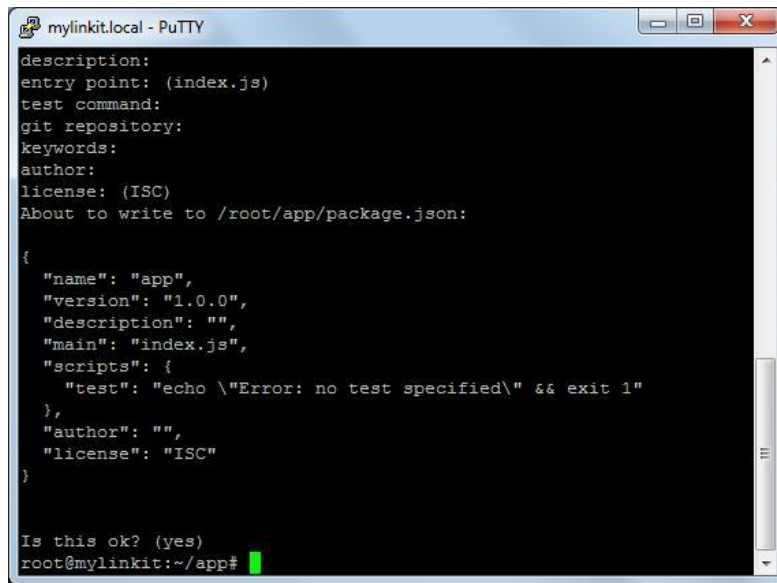

图 43 建立 Node.js 应用程序的提示
- 3) 大约 10 秒之后，会有提示要你输入多个参数，例如 app 名称、版本号、描述等等，如图 43 所示。这是 Node.js 应用程序的建立过程，在本教程中，对所有问题均输入 Enter 即可。